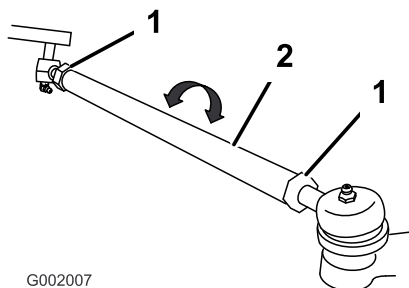

Figure 57
5. Si les mesures sont hors spécifications, desserrez les écrous de blocage aux deux extrémités des biellettes (Figure 57).